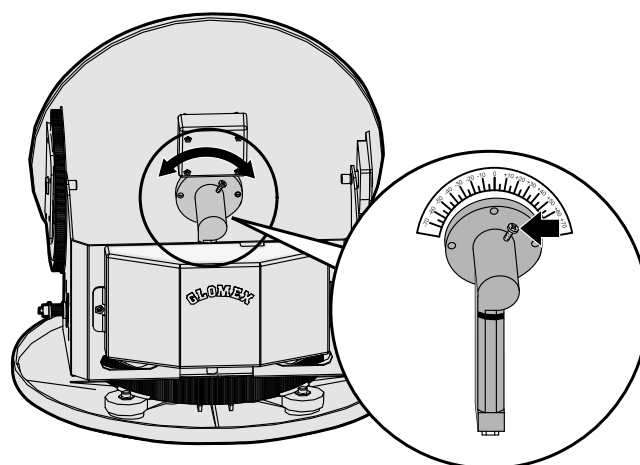

Fig. 25
- afloje el tornillo ajustando el LNB al disco (consulte **Fig. 25**) y mueva el disco manualmente, tomando como referencia el parámetro de calidad de señal del receptor digital